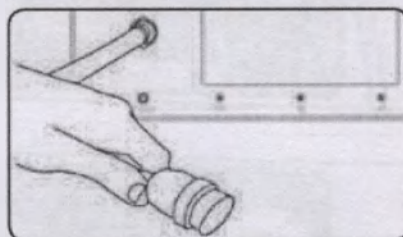

fig.7
3. Для выполнения анализа выдыхаемого воздуха в реальном времени подсоедините трубку отбора проб к разъему для подключения трубки отбора проб и вставьте мундштук в мягкий силиконовый адаптер, расположенный на другом конце трубки (Рис. 7).